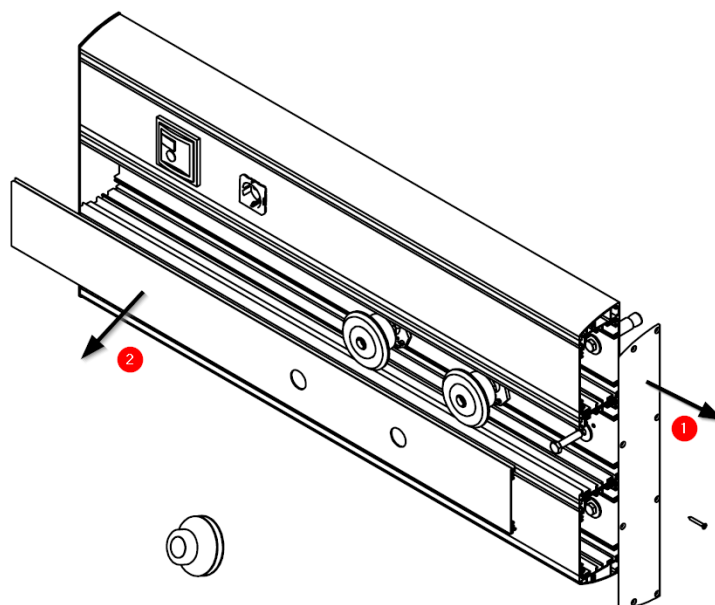

Fig.2 Démontage de la paroi latérale et ensuite du couvercle de gaz avant
Pour les unités montées en surface où l'unité est commandée avec des embouts en PVC, au moins un embout (1) doit être enlevé avant de retirer le couvercle du circuit de gaz (2) (voir Fig. 2).